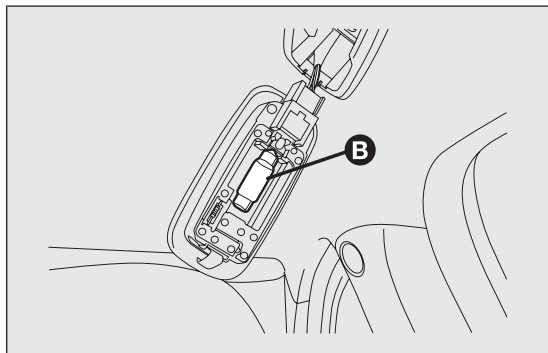

fig. 179
- sostituire la lampada B fig. 179 svincolandola dai contatti laterali accertandosi che le nuova lampada risulti correttamente bloccate tra i contatti stessi.